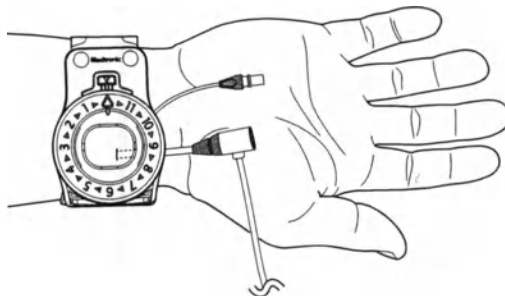

Figura 2. Poziționarea benzii de închidere.
3. Poziționați banda de închidere peste încheietura mâinii, astfel încât locul de acces să fie vizibil prin fereastra transparentă, iar centrul cadranelui să fie aliniat cu artemotomia (figura 2).